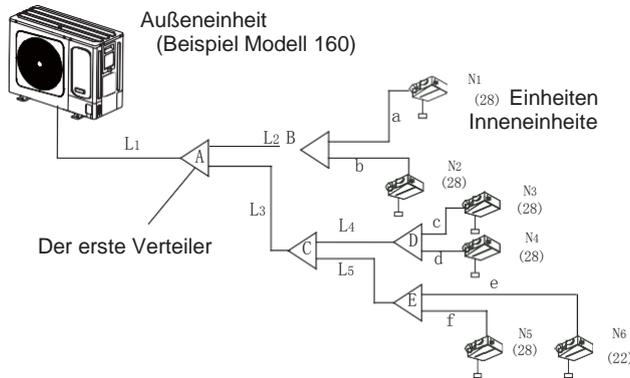

Abb. 4-5
- 2) Beispiel: In Abb.4-5 beträgt die gesamte nachgeschaltete Kapazität von Rohr L2 28x2'56, so dass der Gas-/Flüssigkeitsdurchmesser von L2 gemäß Tabelle 4.4. Φ15,9 (5/8") / Φ9,5 (3/8") beträgt.
- Hauptverrohrung (siehe Abb.4-5 und Tabelle 4-4)